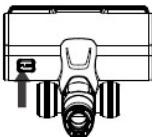

Figura 19
- (1) apaga el poder y retire el cepillo eléctrico.
- (2) Voltee el cepillo y gire el botón de bloqueo con una moneda para abrir el bloqueo. (Figura 19)